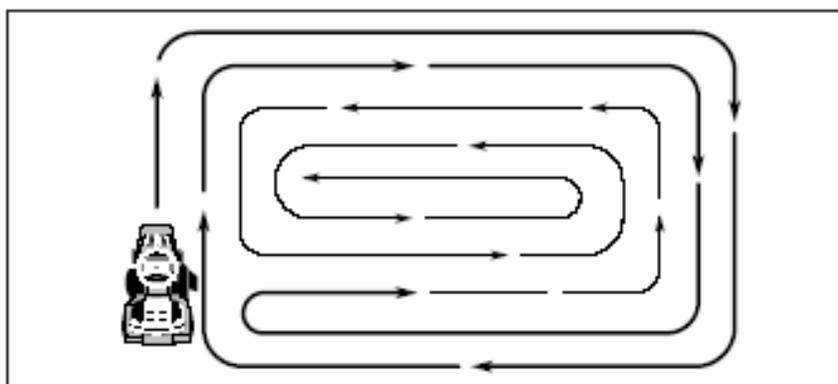

Fig. 12
- Conduza o equipamento virando sempre à direita de modo que a grama cortada possa ser arremessada longe de canteiros de flores, caminhos, etc. Em grandes áreas, a direção deve ser mudada após 2-3 voltas para que a grama cortada seja atirada sobre a superfície já roçada (Fig. 12).